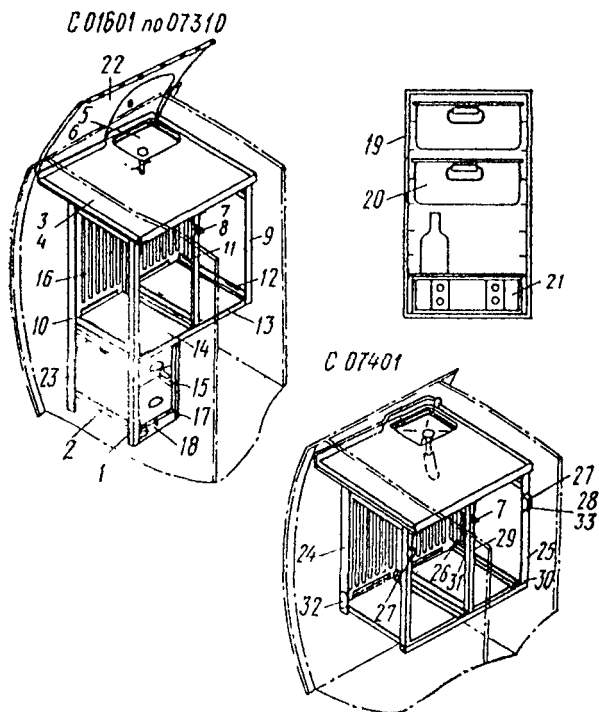

Рис. 7.1. Буфет самолета Ан-24:
1. Снимите контейнеры 19 (рис. 7.1), бак для отходов 23 и бак-термос.
1. Завинтите шурупы крепления надбуфетной панели 22 (рис. 7.1) к столу 3 и установите облицовку.